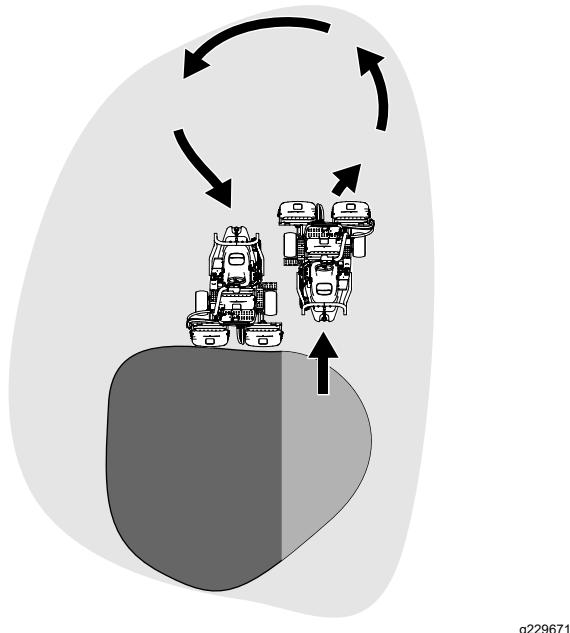

Figura 22
- Para reduzir o tempo de funcionamento e facilitar o alinhamento para o próximo passo, oriente a máquina momentaneamente para a direção contrária, virando depois a máquina na direção da zona por cortar. Este movimento é uma volta em forma de gota (Figura 22) que alinha rapidamente a máquina para a próxima passagem.